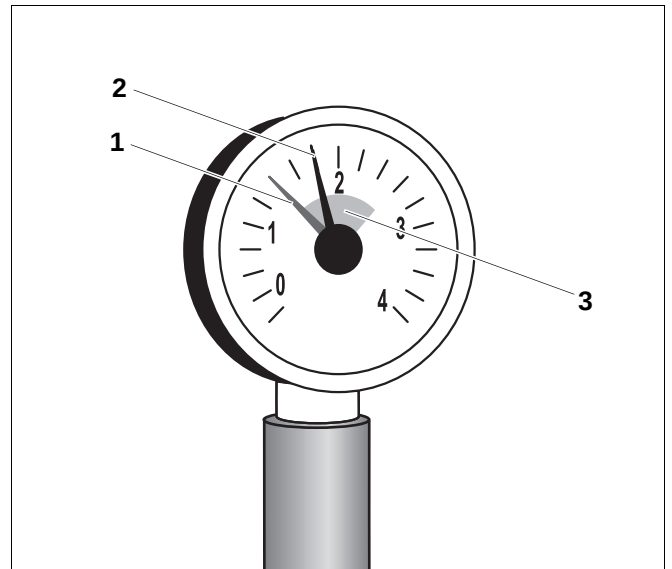

Abb. 4 Manometer für geschlossene Heizungsanlagen
Bei geschlossenen Heizungsanlagen muss der Manometerzeiger (Abb. 4, **Pos. 2**) innerhalb der grünen Markierung (Abb. 4, **Pos. 3**) stehen.
Der rote Zeiger (Abb. 4, **Pos. 1**) des Manometers muss auf den für die Heizungsanlage erforderlichen Druck eingestellt sein. Der Fachhandwerker stellt für Sie den erforderlichen Druck ein.
- Prüfen Sie, ob der Manometerzeiger (Abb. 4, **Pos. 2**) innerhalb der grünen Markierung (Abb. 4, **Pos. 3**) steht.
Wenn der Manometerzeiger (Abb. 4, **Pos. 2**) die grüne Markierung (Abb. 4, **Pos. 3**) unterschreitet, ist der Wasserdruck der Heizungsanlage zu gering. Sie müssen das verloren gegangene Heizwasser mit Ergänzungswasser auffüllen.
- Füllen Sie das Ergänzungswasser über den Kessel-füll- und Entleerhahn ein, bis der Manometerzeiger (Abb. 4, **Pos. 2**) innerhalb der grünen Markierung steht.